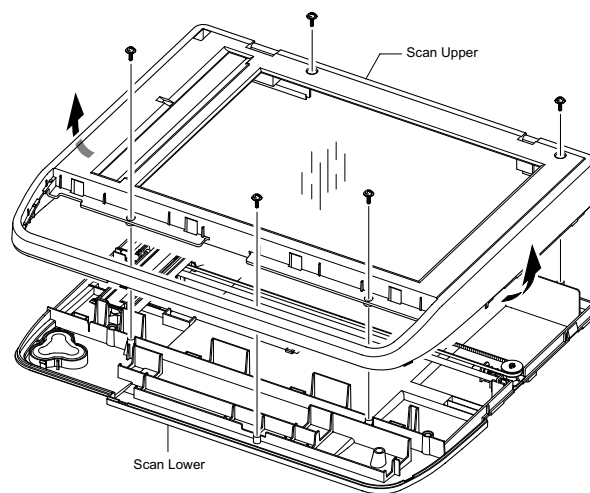

Рисунок 1
- Выкрутите пять винтов из верхнего узла сканера и снимите его с нижнего узла сканера, рисунок 1.